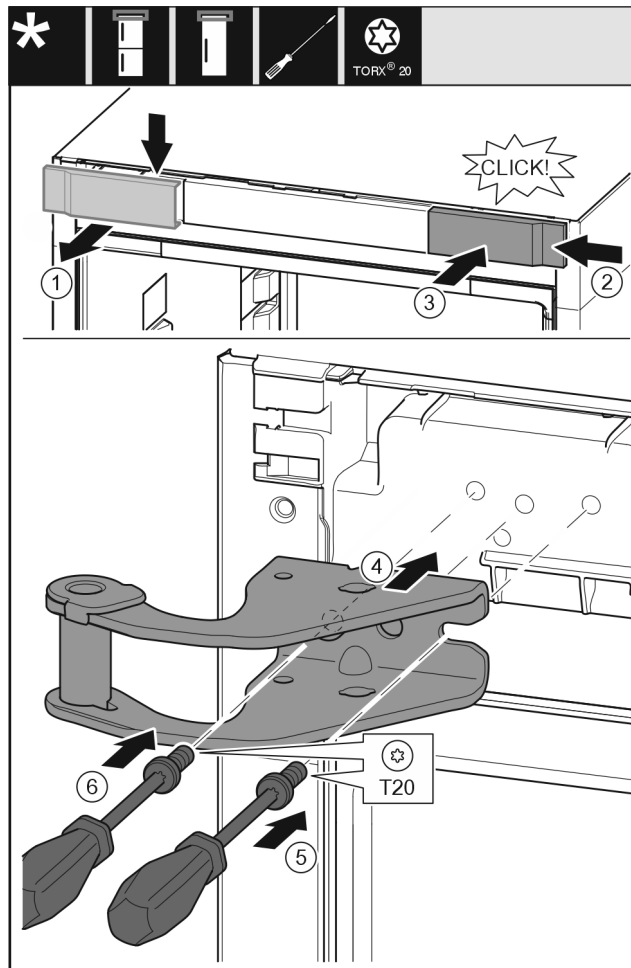

Fig. 14
- ▶ Skinite poklopac Fig. 14 (1) odozgo prema naprijed.
- ▶ Zakvačite poklopac Fig. 14 (2) okrenut za 180° na drugoj strani zdesna.
- ▶ Pustite da se poklopac Fig. 14 (3) uglavi.
- ▶ Postavite gornji podložak ležaja Fig. 14 (4).
- ▶ Odvijačem umetnite i pritegnite vijak Fig. 14 (5).
- ▶ Odvijačem umetnite i pritegnite vijak Fig. 14 (6).